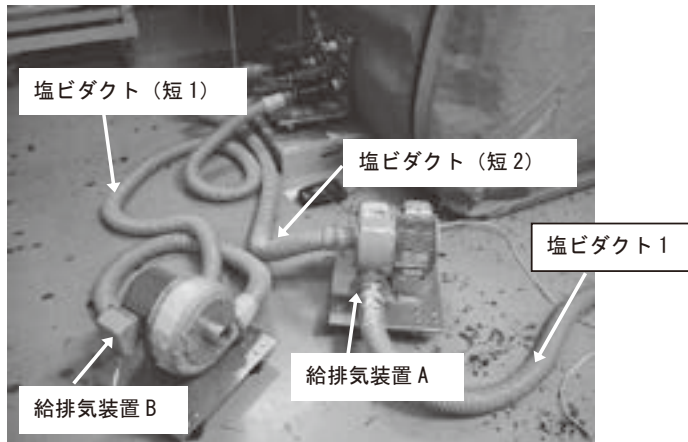

図16 給排気装置 A, B の接続 (企画課作成)
- ⑦ 殺虫バッグの排気口と給排気装置 A の排気口を塩ビダクト（短2 長さ2.1m）でつなぐ。給排気装置 A の給気口に、燻蒸庫内奥の排気ダクトに固定した塩ビダクト1をつなぐ（図16）。
- ⑧ 殺虫バッグのガス置換口と給排気装置 B の排気口とを塩ビダクト（短1 長さ4.1m）でつなぐ。それぞれの排気口と塩ビダクトは養生テープで固定する（図16）。